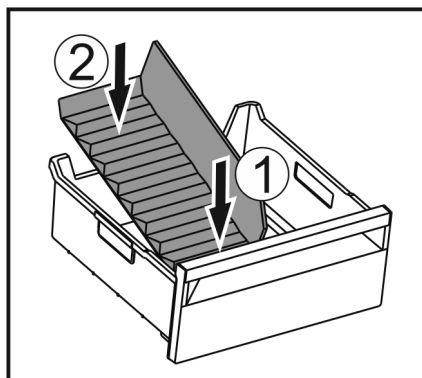

Fig. 35
- ▶ Scheidervoorzijde eerst plaatsen Fig. 35 (1).
- ▶ Achterste deel neerlaten Fig. 35 (2).